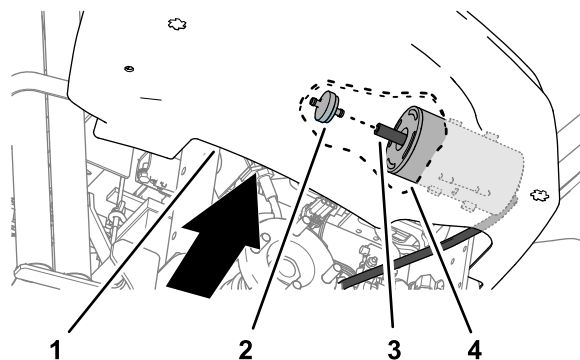

**Рисунок 29**
- Отверните 4 колесные гайки, которые крепят колесо к ступице, и снимите колесо с шиной (Рисунок 29).
- Установите колесо с шиной на шпильки ступицы колеса (Рисунок 29) с помощью 4 колесных гаек, снятых при выполнении пункта 2, и затяните гайки от руки.